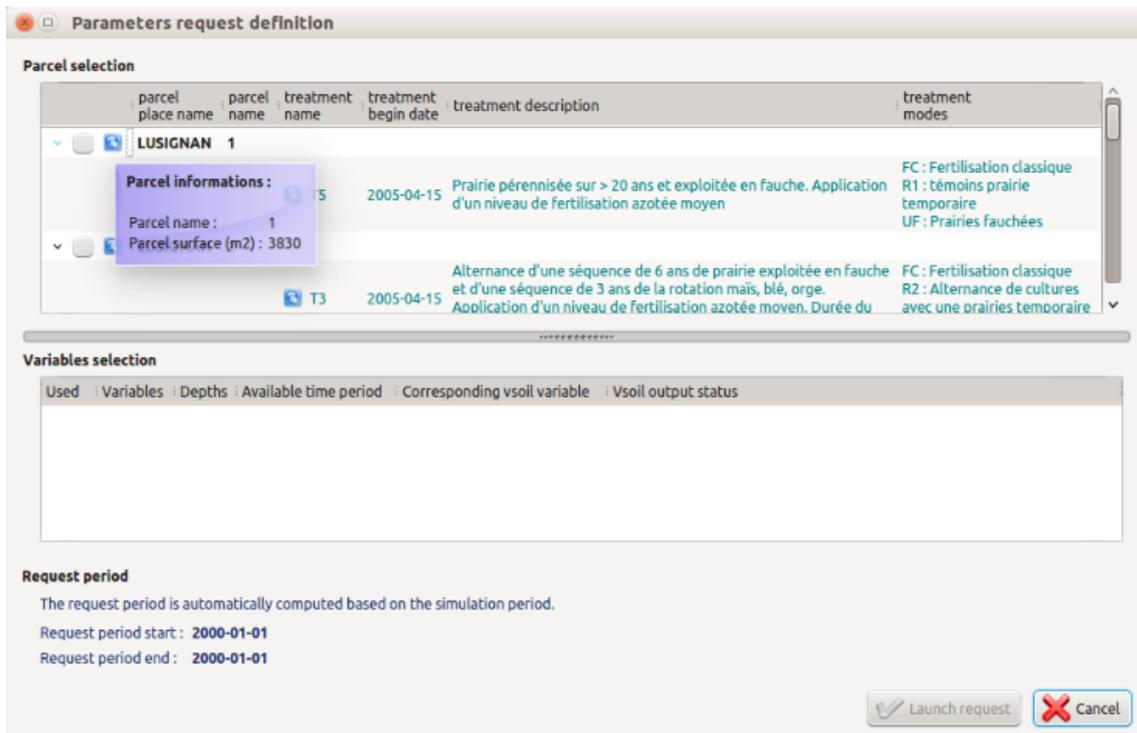

FIGURE 7 – Informations complémentaires sur une parcelle
- d'autres informations en passant le curseur sur le symbole  (figure 7) ;